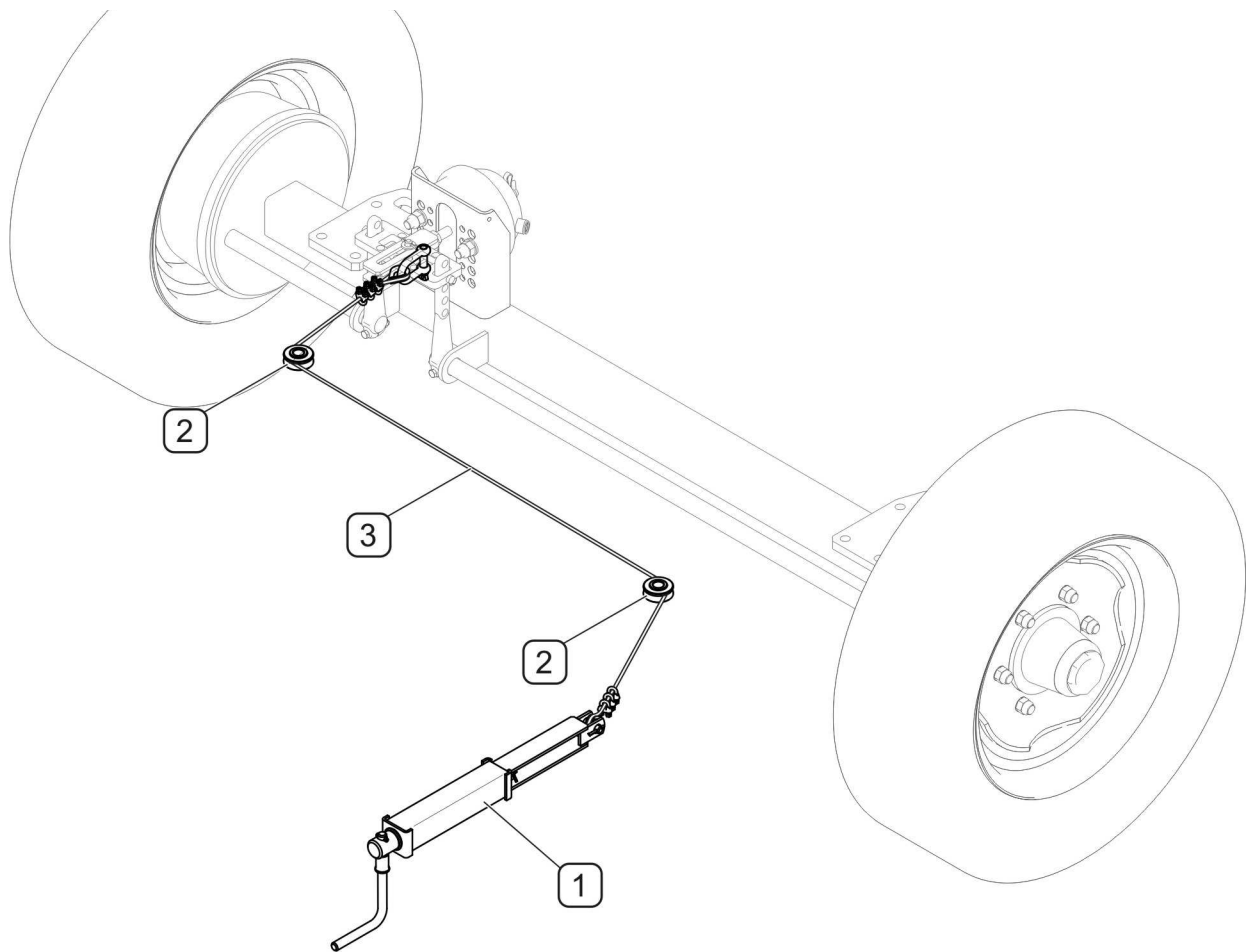

РИСУНОК 3.7 Стоянкове гальмо
(1) - гальмівний кривошипний механізм; (2) - напрямні ролики; (3) - трос;
Механізм керування стоянковим гальмом (РИСУНОК 3.7) розташований у передній лівій частині рами підмітально-прибиральної машини і служить для знерухомлення машини під час стоянки. Гальмо активується поворотом кривошипного механізму (1) за годинниковою стрілкою. Механізм, натягуючи сталевий трос (3), змушує важіль розтискних кулаків відхилятися, а гальмівні колодки розсуваються, зупиняючи тим самим машину. Щоб вимкнути гальмо, необхідно повернути рукоятку гальмівного механізму проти годинникової стрілки.